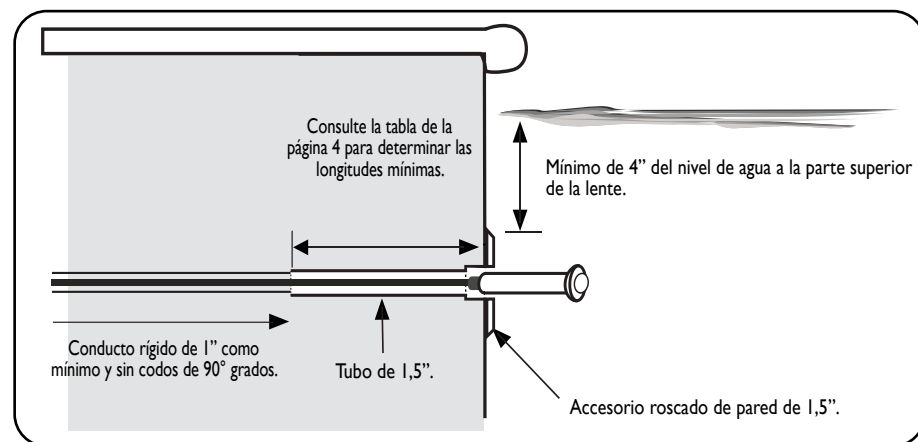

Figura 2: Instalación estándar de la luz VÜ sin nicho con accesorio de pared de piscina de 1.5"
1. Instale un tubo de 1,5" a través de la viga de unión con una longitud mínima de catorce (14) pulgadas, seguido de un conducto de una (1) pulgadas. NO utilice codos de 90 grados. Se recomienda utilizar un tubo de 1,5" a lo largo de toda la extensión de la viga de unión (vea la Figura 2).